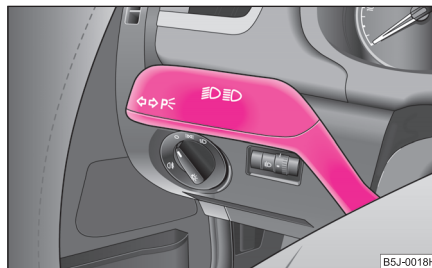

Abb. 38 Der Blinklicht-
- Drücken Sie den Fernlichthebel zum Einschalten des Fernlichts nach vorn \Rightarrow Seite 50, Abb. 38.
- Drücken Sie den Hebel nach oben bzw. nach unten ⇒ Abb. 38.